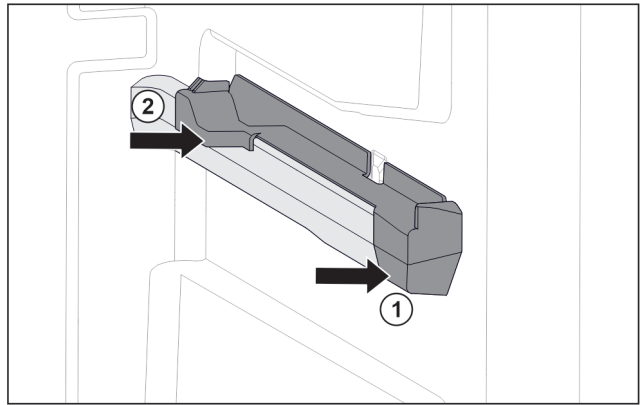

Fig. 47 Instekelement op rechter containerrib
- ▶ Instekelement voor tegen containerrib plaatsen. Fig. 47 (1)
- ▶ Instekelement achter aandrukken. Fig. 47 (2)